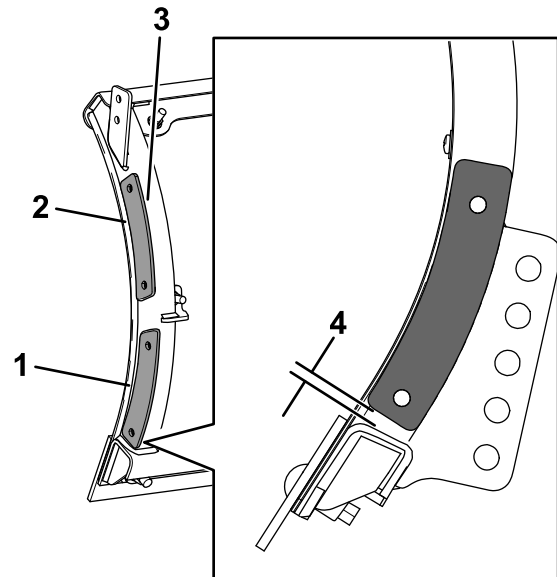

Bild 1
3. Positionieren Sie die Rippenplatten an jeder Seite der Pflugschar, wie in Bild 1 abgebildet.